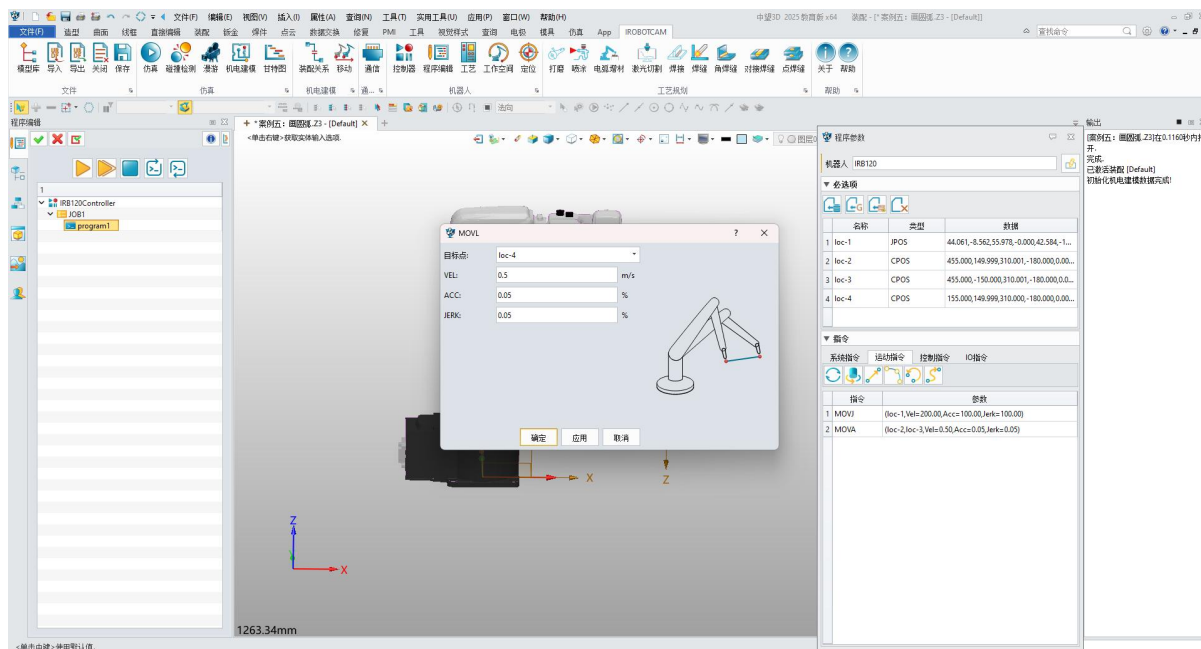

图 9-14: MOVL
- 添加 **MOVL** 指令：然后添加 MOVL 指令，参数设置如图所示，目标点为 loc-4，其他参数保持默认。单击 "确定"。(图 9-14)